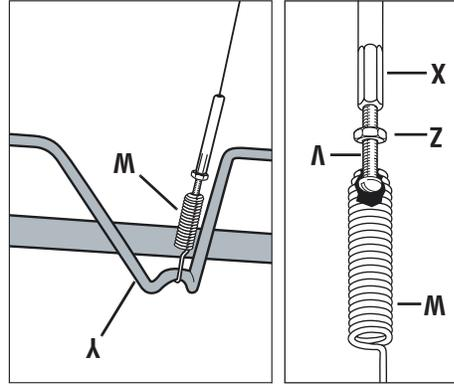

Fig. 2-5: Ressort et dispositif de réglage du câble
2. Filetez l'écrou n° 10 - 24 à six pans (Z, Fig. 2-5) à mi-hauteur sur la vis (V) qui passe dans le ressort (W, Fig. 2-5).
3. Filetez la vis (V) dans le dispositif de réglage du câble (X).